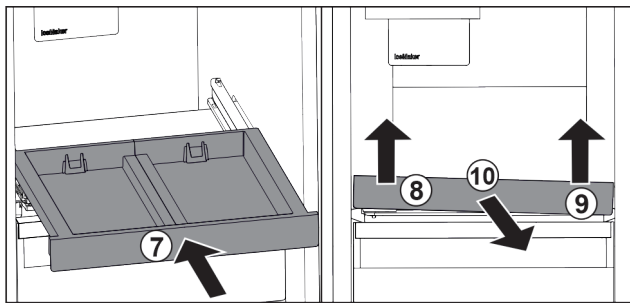

Fig. 91
- ▶ Auszugsbord einschieben. Fig. 91 (7)
- ▶ Auszugsbord vorne links anheben. Fig. 91 (8)
- ▶ Auszugsbord vorne rechts anheben. Fig. 91 (9)
- ▶ Auszugsbord nach vorne entnehmen. Fig. 91 (10)